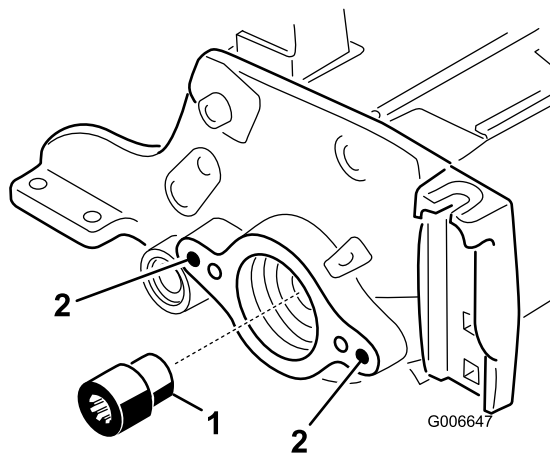

Рисунок 22
19. Используя инструмент для ведущего вала барабана, снимите шлицевую вставку с конца вала барабана со стороны двигателя барабана (Рисунок 22). Для моделей 03665 и 03666 используйте инструмент для ведущего вала барабана № TOR4112, а для моделей 03685 и 03686 – инструмент для ведущего вала барабана № TOR4074. Удалите всю консистентную смазку из резьбового отверстия, где была шлицевая вставка.
20. Установите новую (более длинную) шлицевую вставку на вал барабана (Рисунок 22). Перед установкой вставки нанесите на резьбовые поверхности синий состав Loctite. Затяните с моментом 85-95 фунт-футов.